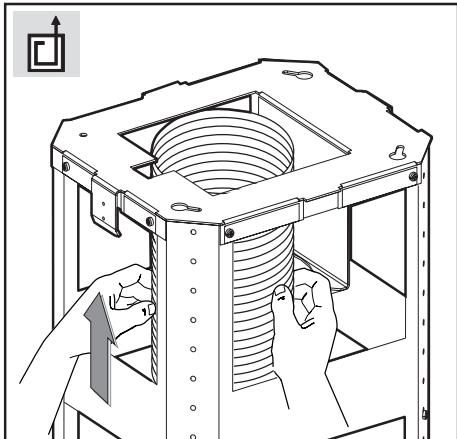

Fig.7
- **Version aspirante:** fixer le tuyau flexible au trou d'évacuation air disposé préalablement (fig. 7).